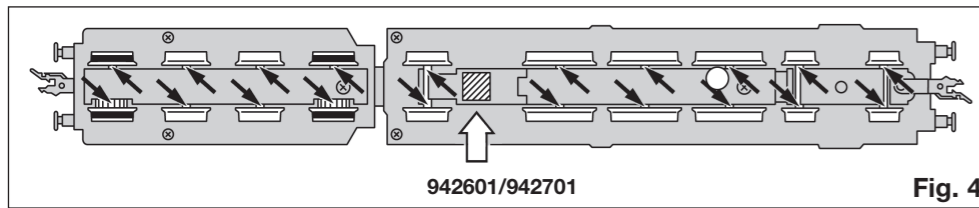

Fig. 4
An der schraffierten Stelle kann der **Schaltmagnet 942601/942701** eingebaut werden (Fig. 4).
**Ölen:** Geölt werden Lagerstellen und Getriebe nur an den gekennzeichneten Lagerstellen (Fig. 4 und 5). Nur **FLEISCHMANN-ÖL 6599** verwenden. Nur ein kleiner Tropfen pro Schmierstelle (→), sonst Überölung. Zur Dosierung die in der Verschlusskappe der Ölflasche angebrachte Nadel verwenden.
Please consult the instructions included with the DECODER for fitting advice. The indicated point can be used for locating the **switching magnet 942601/942701** (Fig. 4). **Spare traction tyres: 54 4007**
**Lubrication:** The bearings and gear-box need only be lightly oiled at the bearing points marked (Fig. 4 and 5). Only use **FLEISCHMANN-oil 6599**. Only put a tiny drop in each place (→), otherwise it will be overoiled. An applicator needle is located in the cap of the oil bottle for your use.
**L'aimant permanent 942601/942701** peut être monté à l'endroit indiqué (Fig. 4). **Bandages de recharge: 54 4007**
**Graissage :** Les supports et les engrenages doivent être huilés uniquement aux endroits indiqués (Fig. 4 et 5). N'utilisez que l'huile **FLEISCHMANN 6599**. Une seule goutte par point à lubrifier (→), afin d'éviter tout excès. L'aiguille montée dans le bouchon du petit flacon convient parfaitement à cet usage.
Op de gemerkte plaats kan de **schakelmagneet 942601/942701** gemonteerd worden (Fig. 4).
**Oliën:** De lager en de aandrijving hoeven alleen op de aangegeven plaatsen geolied te worden (Fig. 4 en 5). Aleen **FLEISCHMANN olie 6599** gebruiken. Een klein druppeltje per smeerpunt (→) is heus voldoende, anders wordt de zaak te vet. Voor en juiste dosering het spuitje gebruiken dat wordt bijgeleverd in het olieflasje.
**Kontaktmagnet 942601/942701** kan monteres på de viste sted (Fig.4).
**Smøring:** Smør kun aksler og gangtøj på de viste steder (Fig. 4 er 5). Anvend kun **FLEISCHMANN-olie 6599**. Kun en enkelt dråbe for hvert smørested (→), ellers oversmøres. Til dosering anvendes den lille nål indvendig i skrilåget.
Sul posto segnato può essere installato il **dispositivo di comando 942601/942701** (Fig.4).
**Lubrificazione:** Dei supporti e l'ingranaggio vengono lubrificati solo nei punti contrassegnati dei supporti (Fig. 4 e 5). Utilizzare solo olio **FLEISCHMANN 6599**. Usare soltanto una piccola goccia per ogni punto di oliatura (→), altrimenti si rischia di oliare troppo. Per il dosaggio utilizzare l'ago di cui è provvisto il tappo di chiusura del fiacone dell'olio.